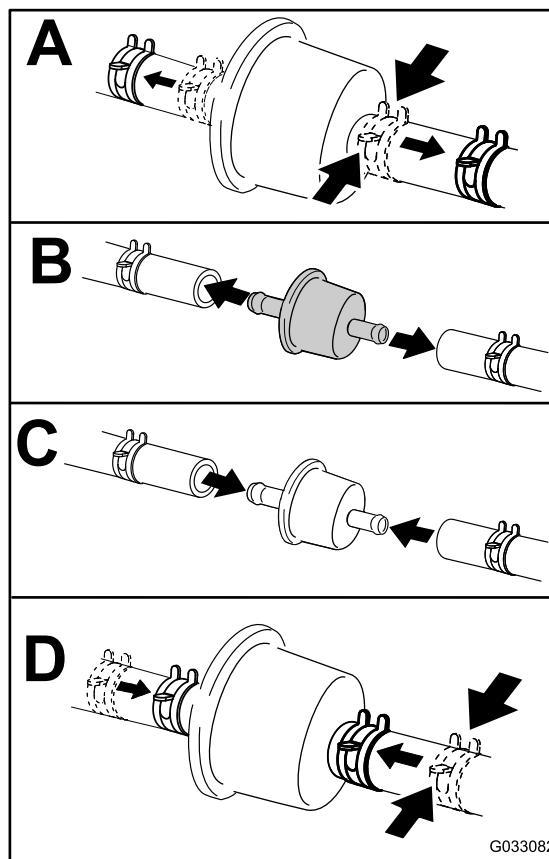

Bild 50
4. Tauschen Sie den Kraftstofffilter aus (**Bild 50**).